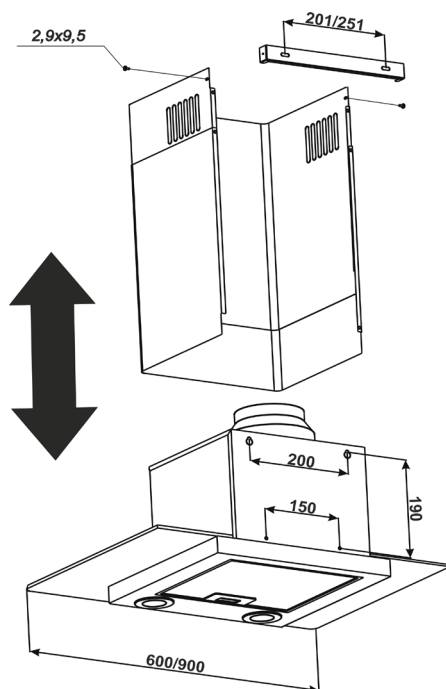

Рис. 4
6.4 Проведите разметку крепежных отверстий корпуса на стене кухни. Для этого изготовьте бумажный шаблон с координатами 4-х отверстий на задней стенке корпуса (**точки А, В, С, D див. схема монтажу**); приложите шаблон к стене на необходимой высоте, указанной ранее, и выровняйте по уровню (рис.4).
6.9 Установите телескопический кожух дымохода на корпусе вытяжки. Поднимите верхнюю панель кожуха с планкой под потолок, чтобы он закрывал воздуховод вентиляции, и разметьте по пазам планки **2 отверстия под крепление (точки Е, F)** (рис.4).
6.13 Установите внешнюю панель кожуха дымохода в пазы на корпусе вытяжки, а внутреннюю – поднимите вверх до совмещения отверстий крепления с планкой и соедините с боков **2-мя шурупами ПКГ 2,9х9,5** (рис.4).